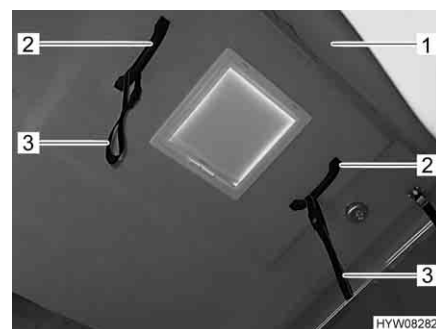
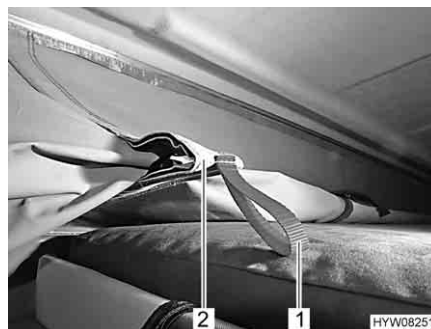

Fig. 39 Maniglia sul tetto a soffietto
Fig. 41 Dispositivo di inserzione
- Spingere il tetto a soffietto (Fig. 39,1) completamente verso l'alto mediante le maniglie (Fig. 39,2).
- Tirare lentamente verso il basso il tetto a soffietto (Fig. 39,1) tenendolo per le maniglie (Fig. 39,2) o le cinghie ausiliarie (Fig. 39,3) fino a che il tetto a soffietto rimane autonomamente in questa posizione. Prestare attenzione a che i dispositivi di inserzione laterali (Fig. 41,2) si pieghino verso l'interno.
- Tirare il tessuto della tenda per i passanti (Fig. 41,1) del dispositivo di inserzione (Fig. 41,2) verso l'interno.